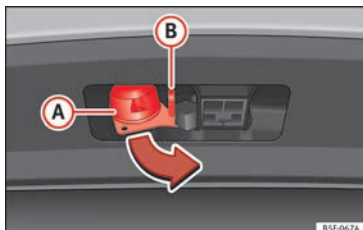

Bild 232 Vrid på 13-stiftskontakten
- Ta tag i 13-stiftskontakten i området **(A)** och ta bort den i pilens riktning » **bild 232**
- Ta tag i 13-stiftskontakten i området **(A)** och för in den i pilens motsatta riktning » **bild 232**
Säkerhetsögla **(B)** » **bild 232** används för att fästa släpets säkerhetsvajer.